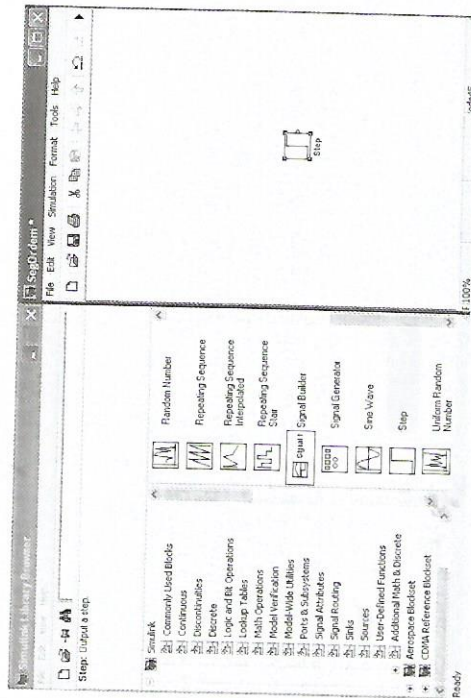

Figura C.3 Visualização da tela após arrastar o bloco *Step*.
- (1) Dentre os itens listados da janela *Simulink Library Browser*, clique no item *Sources*.
- (2) Aparecerão os blocos relativos à biblioteca de *Sources*. Procure o bloco *Step*. Clique no ícone e, mantendo o botão esquerdo do mouse pressionado, arraste o ícone para a área de trabalho, Figura C.3.